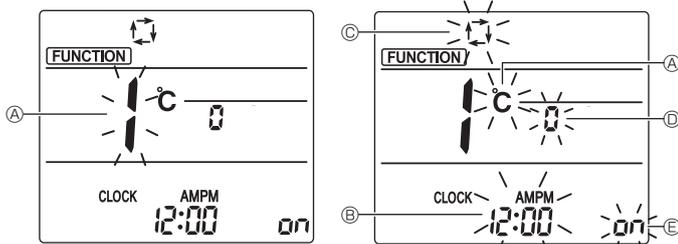

Fig. 6-10
3. Kontrollera att funktionsnummer "1" visas och tryck sedan på knappen [SET] ③. Skärmen för inställning av display visas. (Fig. 6-10)